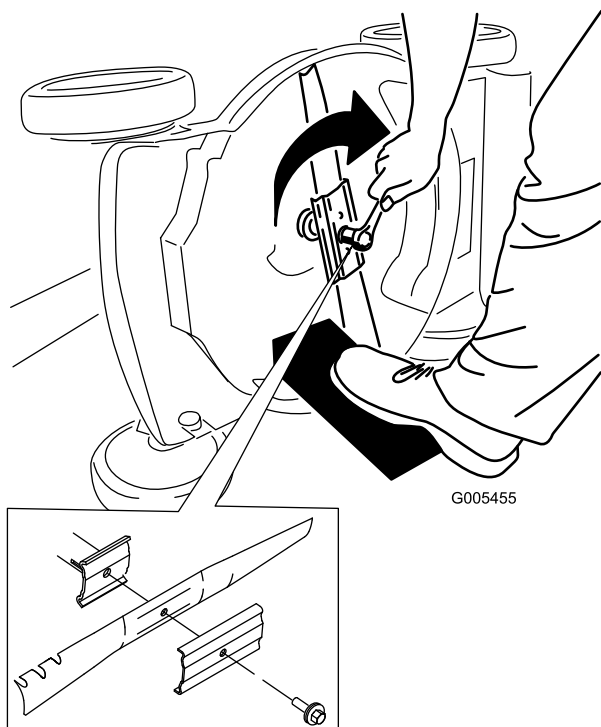

Figura 29
- Instale la cuchilla nueva y todos los herrajes de montaje (Figura 29).